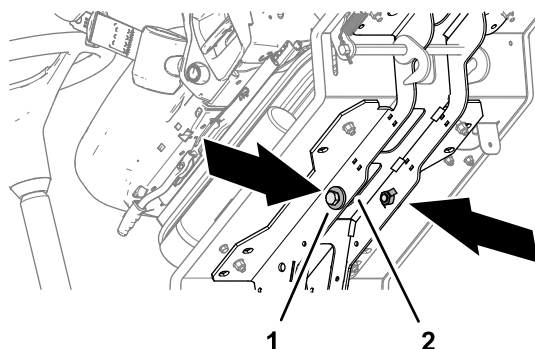

Figure 40
3. Basculez la plate-forme en avant et retirez les 2 boulons (12 x 40 mm) et les 2 rondelles (12 mm) qui sont rangés dans les longerons de support de la plate-forme (Figure 40).